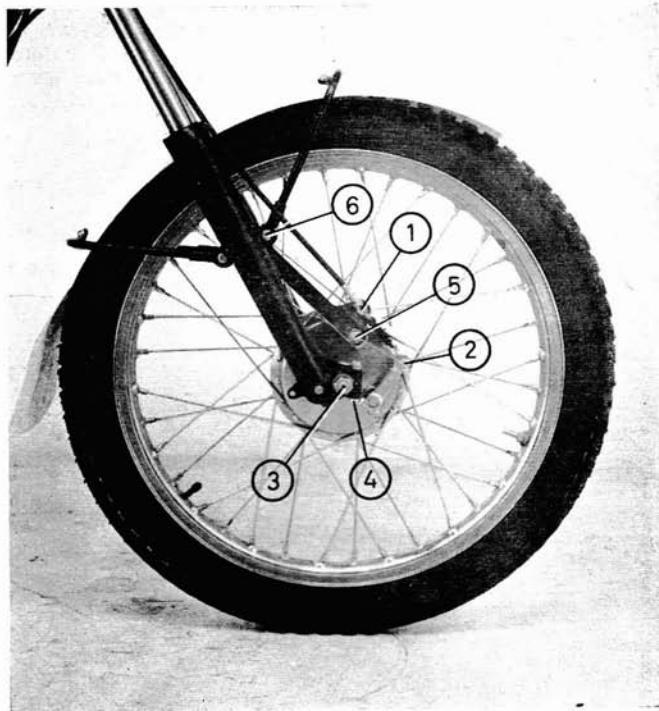

Fig 21
2. **Desmontaje de la rueda delantera.** Para ello, soportar la motocicleta de modo que la rueda delantera gire libremente. Destensar el freno delantero por los dos tensores, el del mando del manillar y el inferior de la palanca 1 (fig. 21). Aflojar el tirante de anclaje con llave de 10 mm, por arriba y desenroscar totalmente por abajo con llave de 14 mm, liberándola del plato portazapatas. Aflojar los 2 tornillos de cerraje con llave de 10 mm. Desenroscar la tuerca del eje con llave de 22 mm, y valiéndose del pasador-varilla introducido en la cabeza del eje, extraerlo por el lado izquierdo. Sacar la rueda y separar el plato portazapatas.
2. **Démontage de la roue avant.** Suspendre la moto pour que la roue avant puisse tourner librement. Détendre le frein avant par les deux tenseurs, celui de la commande du guidon et celui inférieure du levier 1 (fig. 21). Desserrer la fixation supérieure de la bride d'ancrage en utilisant une clé de 10 mm, et dévisser complètement la fixation inférieure avec une clé de 14 mm, pour la séparer du plateau porte-garnitures. Dévisser les 2 vis de serrage avec une clé de 10 mm. Dévisser l'écrou de l'axe avec une clé de 22 mm, et l'extraire par la côté gauche à l'aide de la tige coulissante introuée dans le bout de l'axe. Enlever la roue et ôter le plateau porte-garnitures.
2. **Removing the Front Wheel.** Support the frame so that the front wheel is off the ground. Loosen the front brake by means of the two adjusters, that on the handlebar lever and the lower one on the brake arm 1 (fig. 21). Loosen the upper anchor plate end with a 10 mm wrench and entirely unscrew the lower end with a 14 mm wrench, removing it from the backing plate. Loosen the 2 clamping bolts with a 10 mm wrench. Unscrew the axle nut with a 22 mm wrench, and by means of the dipstick remove it from the left. Remove the wheel from the motorcycle and take off the backing plate.